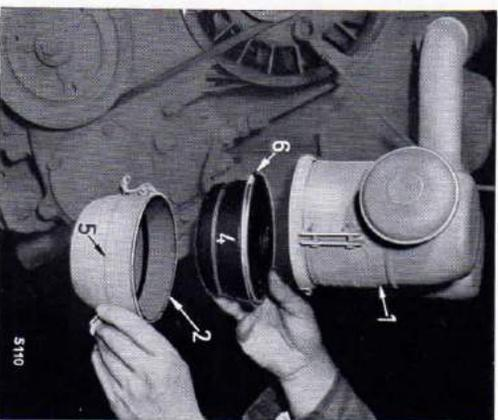

Fig. 20
En enlevant les agrafes (3) de fixation, vous pourrez déloger le bol. La partie inférieure du filtre (4) — Fig. 20 — se détache facilement d'un léger coup de main. Versez la vieille huile devenue épaisse et nettoyez les pièces (2) et (4) dans du gas-oil. Après avoir lavé le gas-oil bien s'égoutter du filtre (4), mettez de l'huile à moteurs fraîche dans le bol jusqu'au niveau du repère (5) (mouluve) et montez le avec le filtre (4) nettoyé.